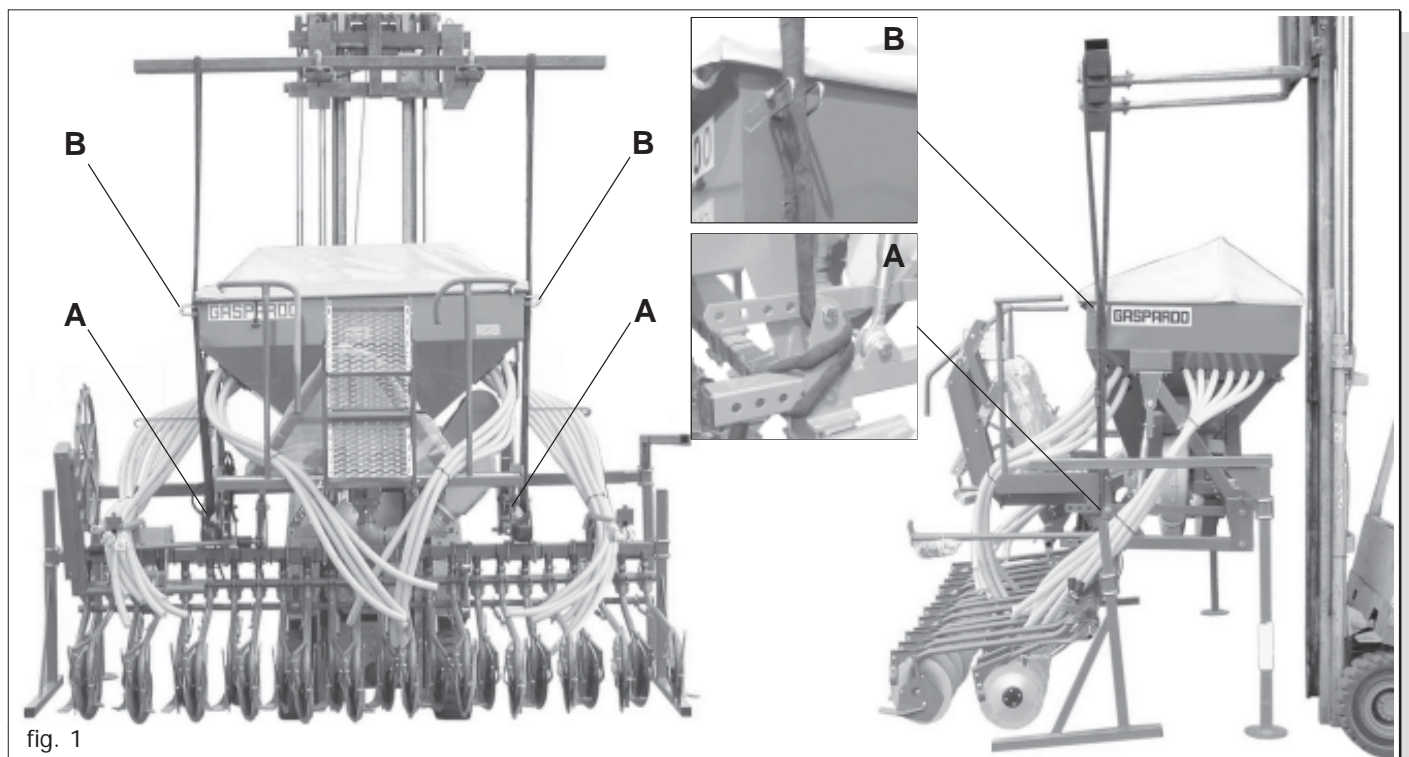
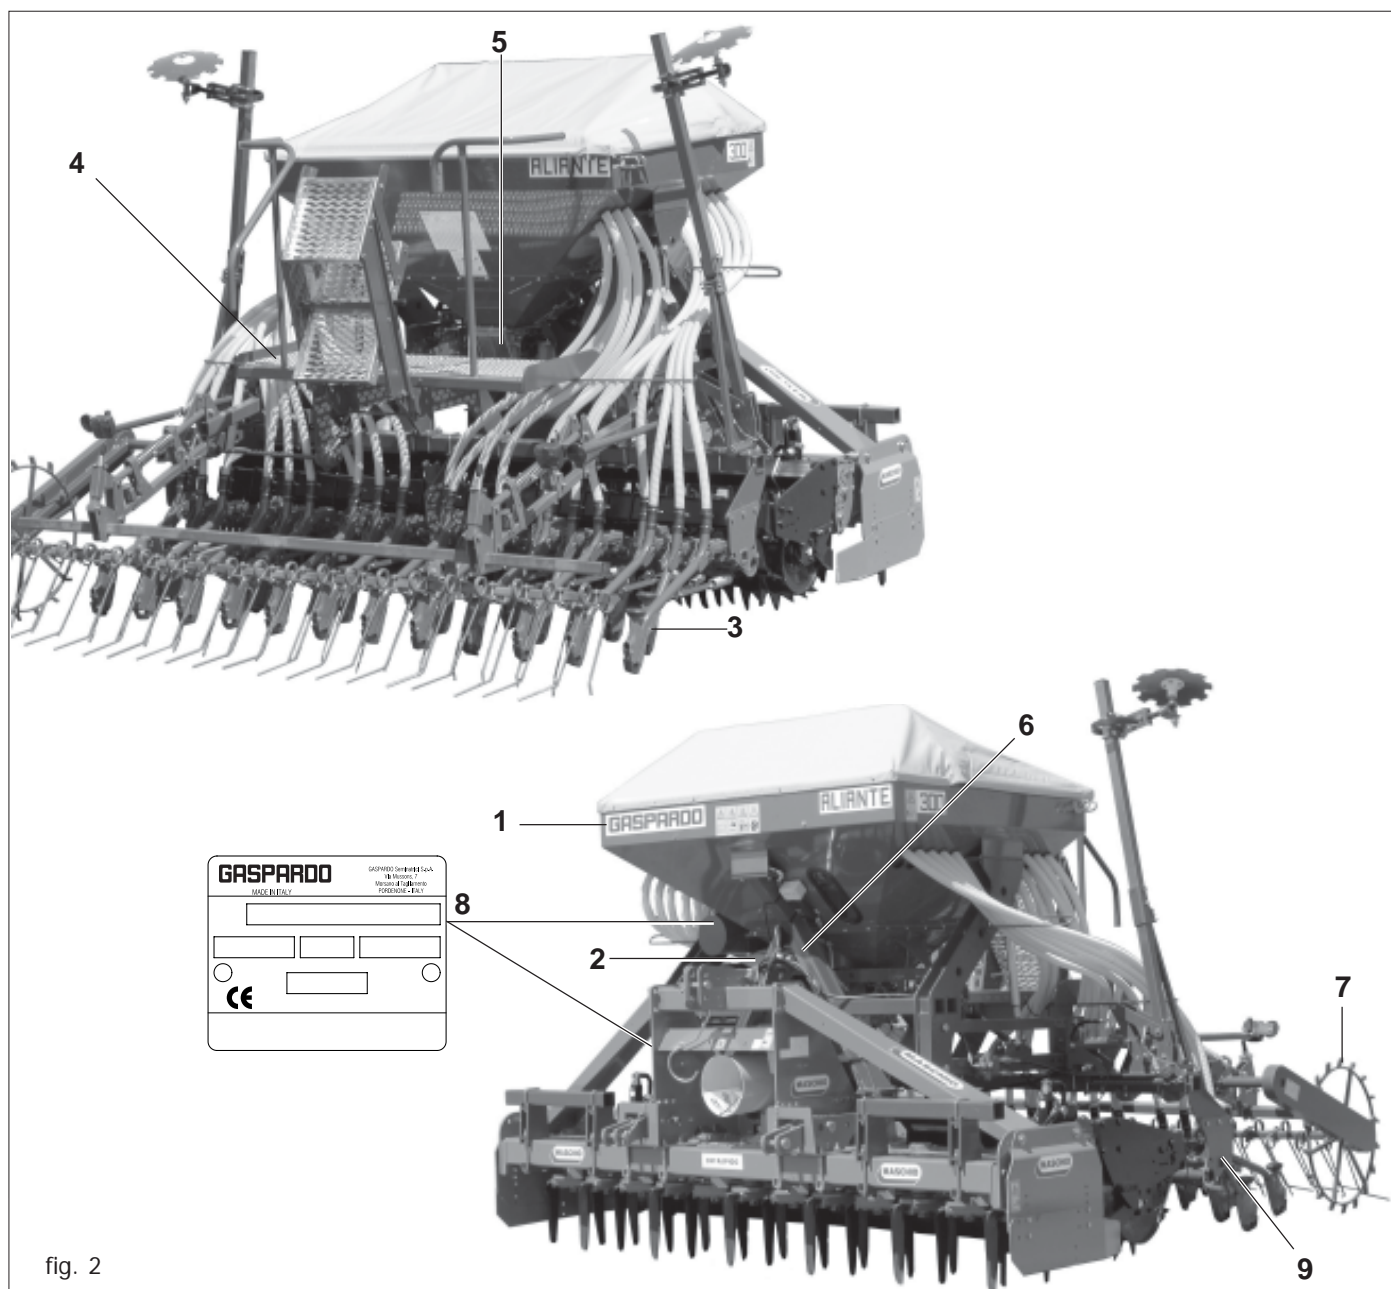

fig. 1
fig. 2
Falls die Maschine transportiert werden muss, muss sie an den dazu bestimmten Anschlusspunkten (A Abb. 1) durch geeigneten Aufzug oder Kran mit ausreichender Tragkraft gehoben werden. Diese gefährliche Arbeit muss absolut durch geschultes und haftendes Personal ausgeführt werden. Das Maschinengewicht kann dem Identifizierungsschild (8 Abb. 2) entnommen werden. Zum Ausrichten der Maschine das Seil spannen.
1.7 ZUSAMMENFASSEND (Fig. 2)
Die auf Abb. 2 beschriebenen Signale sind an der Maschine angebracht (Abb. 3). Sauber halten und wechseln, falls sie abfallen oder unleserlich werden. Die Beschreibung aufmerksam lesen und die Bedeutung der Signale gut dem Gedächtnis einprägen.